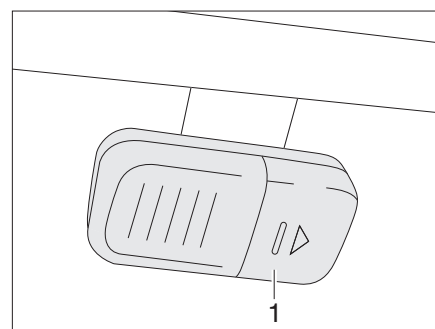

Fig. 266 Lámpara del armario ropero con LED, compartimiento de la batería cerrado
- Deslizar la tapa (Fig. 266,1) en sentido de la flecha.